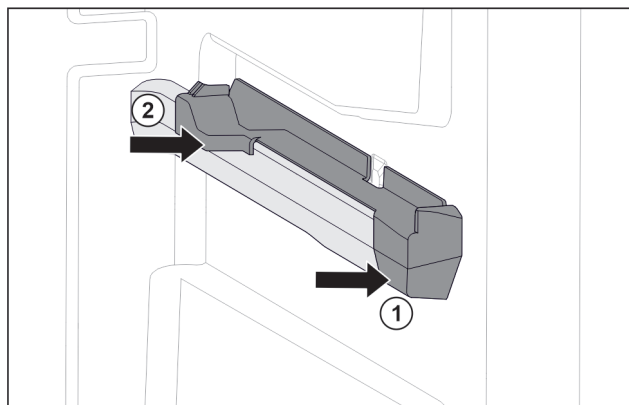

Fig. 81 Élément emboîtable sur la nervure de récipient droite
- Poser le devant de l'élément emboîtable contre la nervure de récipient. Fig. 81 (1)
- Enfoncer l'arrière de l'élément emboîtable. Fig. 81 (2)